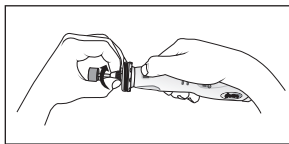

Imagen 1
2. Gire el cabezal (con su tuerca) en cualquier dirección hasta que oiga que el botón se libera y se escucha un clic. (Imagen 1)